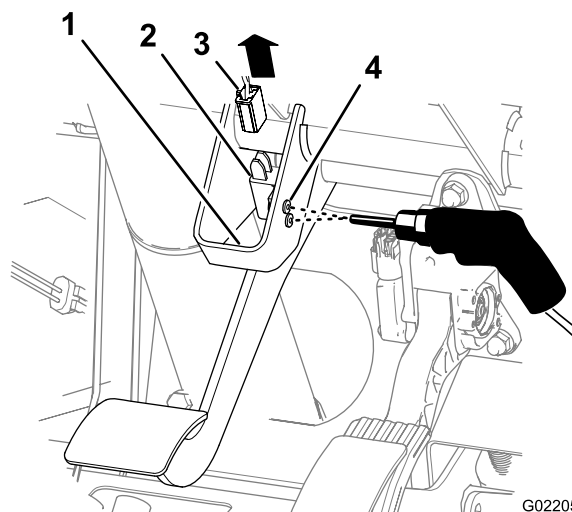

Figure 5
- Débranchez le connecteur femelle du faisceau de la machine du contacteur à 2 broches de pédale de frein (Figure 5).
2. À l'aide d'un foret de 3/16 pouce, percez les 2 rivets aveugles qui fixent le contacteur à 2 broches de pédale de frein au support de la pédale de frein (Figure 5).
3. Déposez le contacteur à 2 broches de pédale de frein et les rondelles du support (Figure 5).